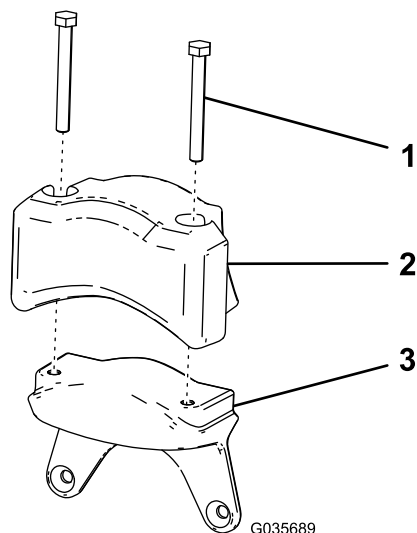

Рисунок 9
- Смонтируйте противовес электродвигателя и 2 колпачковых винта (5/16 x 2¾ дюйма), снятых при выполнении пункта 5 в разделе 2 Подготовка режущего блока (страница 3), с новым грузом (Рисунок 9).